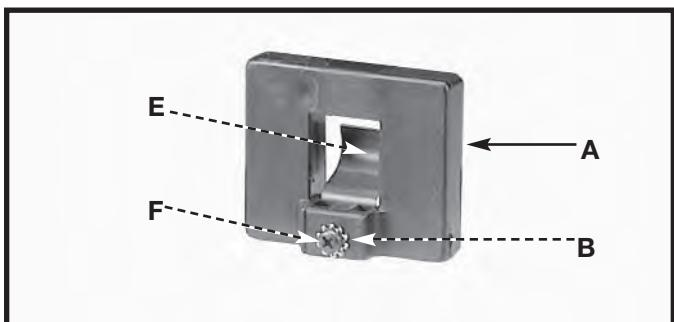
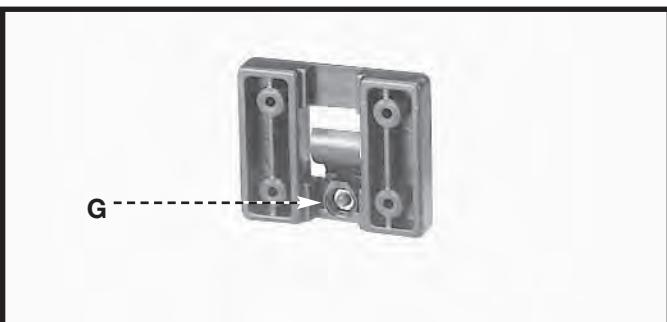

Fig. 19
Fig. 20
- Ajuste la pinza de resorte (E), Fig. 19, al sujetador de la guía de inglete (A) con un tornillo de cabeza redondeada M4 x 0,7 x 10 mm (F), una arandela de bloqueo de diente externo de 4,75 mm [3/16"] (B) y una tuerca hexagonal M4 x 0,7.
- NOTA:** La tuerca hexagonal (G), Fig. 20, encajará en la cavidad en la parte posterior del sujetador de la guía de inglete (A), Fig. 19, para mantener la pinza de resorte (E) fija al sujetador de la guía de inglete.